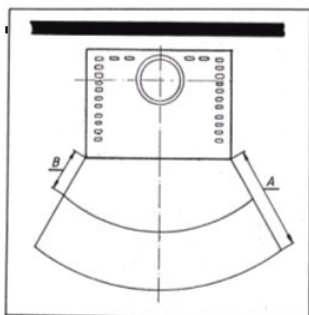

Fig. 8
Per gli elementi costruttivi, i mobili e i tessuti di arredamento in infiammabili situati nella zona di irraggiamento della stufa è necessario rispettare una distanza minima di **80 cm (A)**, misurati dal bordo anteriore dell'apertura del focolare. La distanza di sicurezza si riduce ai **40 cm (B)** qualora di fronte all'elemento sia installata una protezione areata (v. fig. 8).